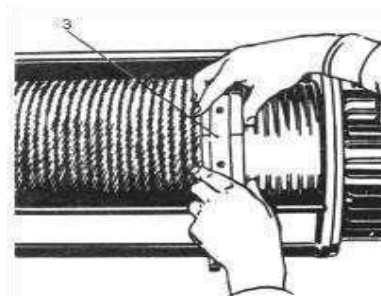

Рис. 16
- в) направляющая гайка 3 вталкивается между барабаном и кожухом таким образом, чтобы вместе со своими витками попасть в ближайший первый канал барабана у самого каната рисунок 16;